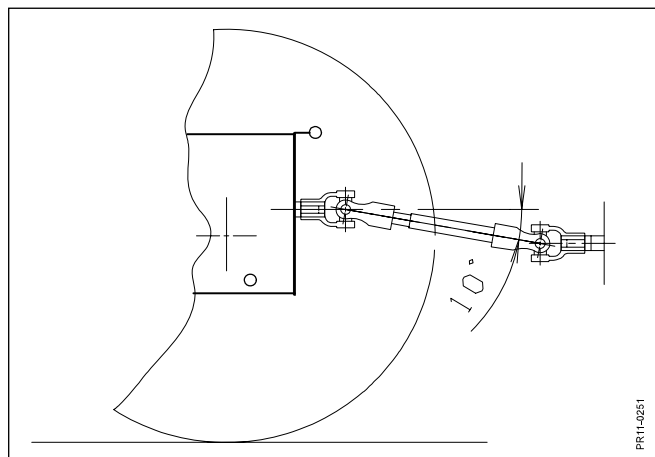

Fig. 2-5
- Fig. 2-5 b) KO-akslens vinkling skal ligge i området -10° til $+10^{\circ}$ i forhold til vandret,